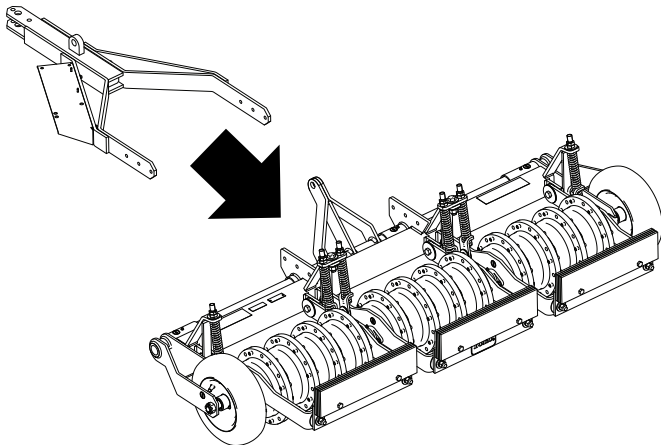

Figura 5
2. Alinee la barra de tracción con el aireador como se muestra en Figura 5.